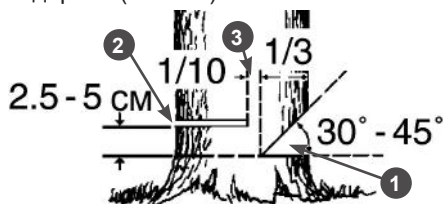

Рис. 23. Расположение запила, пропила и недопила
7. Сделайте основной валочный пропил 2 с противоположной стороны, выше основания запила на $2,5$ - 5 см. Между основным пропилом и запилом должен оставаться недопил 3 примерно $1/10$ диаметра ствола. Вставьте своевременно клин в пропил 2 (Рис. 23). Недопил 3 действует как шарнир и позволяет контролировать падение дерева (Рис. 23).
Ни в коем случае не допиливать до конца недопил 3 (Рис. 23), так как вы не сможете контролировать направление падения дерева.